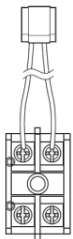

Fig.1
- ① Trouver le kit de blocs de jonction de chauffage de secours (Fig. 1).
- ② Assemblez le kit du bornier à l'aide de l'unité vissée